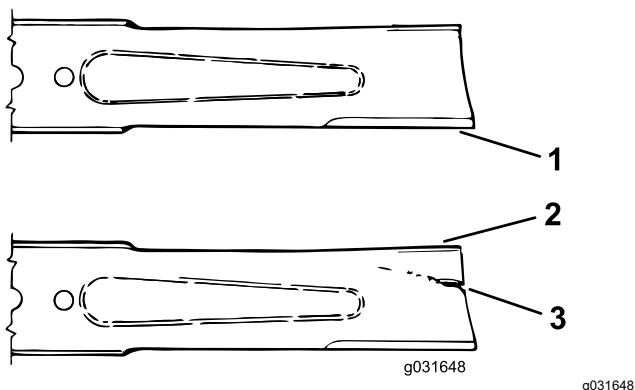

Bild 74
3. Prüfen Sie die Schnittkanten des Messers sorgfältig, insbesondere dort, wo die geraden Flächen die gebogenen berühren (Bild 74).